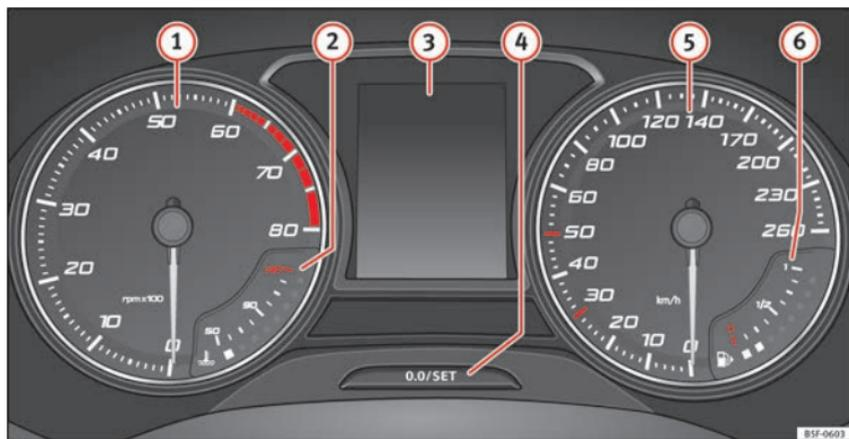

Fig. 113 Painel de instrumentos no painel de bordo.
O conta-rotações mostra o regime de rotações do motor por minuto »» Fig. 113 ①.
O ponteiro do conta-rotações ① »» Fig. 113 só deverá atingir a zona vermelha durante um curto período de tempo, caso contrário existe o risco de causar danos no motor.
Ao ligar a ignição pode visualizar-se no ecrã do painel de instrumentos »» Fig. 113 ③ informação diversa, em função do equipamento do veículo:
- Pressione brevemente o botão **» Fig. 113**  para repor o conta-quilómetros parcial a 0.
- Para ajustar a hora, mantenha pressionado o botão **» Fig. 113**  durante mais de 3 segundos para seleccionar o indicador de horas ou de minutos.
Mantenha pressionado o botão **» Fig. 113**  durante mais de 15 segundos para visualizar as letras de identificação do motor (MKB) do veículo. Para isso, a ignição deve estar ligada e o motor desligado.
O indicador da temperatura do líquido de refrigeração **②** » » **Fig. 113** só funciona com a ignição ligada. Para evitar danos no motor, tenha em atenção as seguintes observações sobre as margens de temperatura.